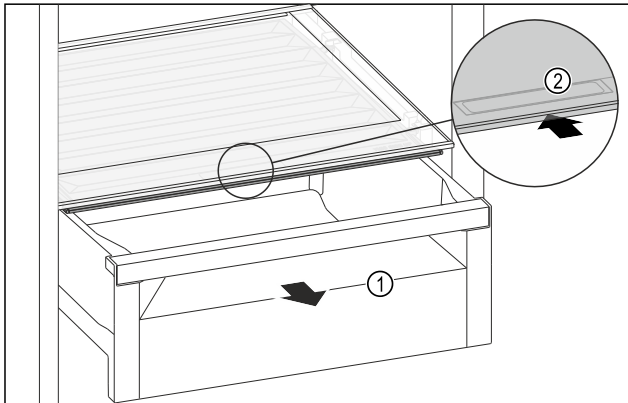

Fig. 102
- Estrarre il cassetto Fig. 102 (1).
- Afferrare la maniglia incassata Fig. 102 (2) sul coperchio dello scomparto e spingere allo stesso tempo all'indietro il coperchio dello scomparto.